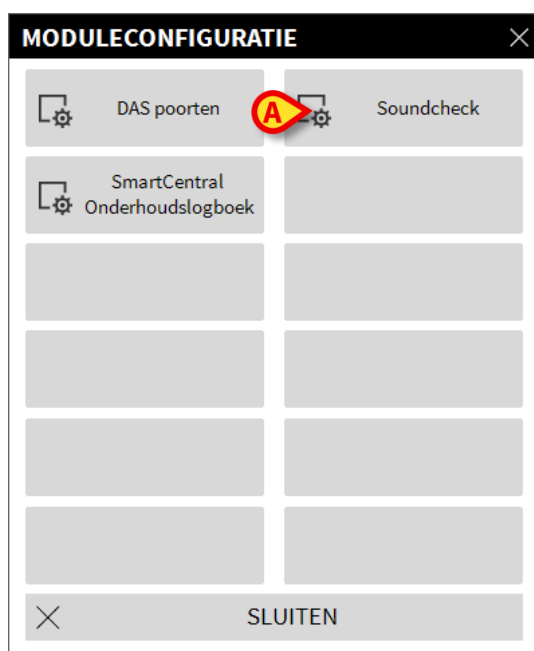

Fig 88
Het volgende menu wordt geopend (Fig 88).
- Klik op **Geluidstest** (Fig 88 A).